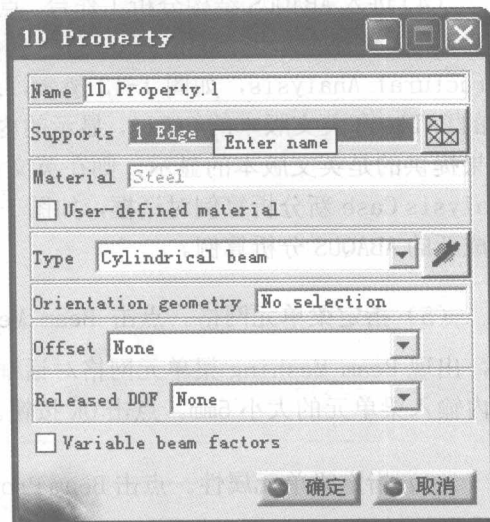
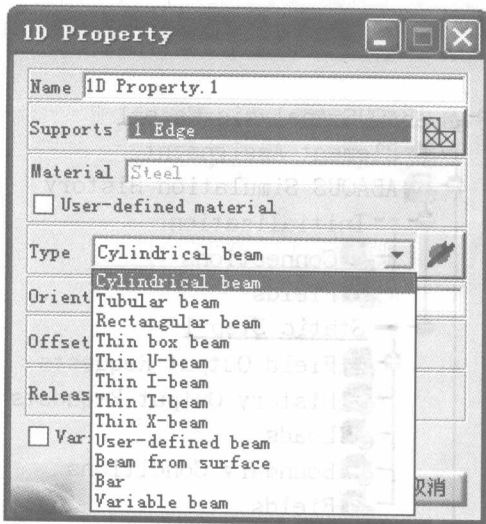

图 1-16 1D Property 一维梁单元属性对话框
图 1-17 选择 Cylindrical beam 圆柱梁
(6) 指定梁单元属性。点击 Beam Property 梁单元属性图标 ，出现 1D Property 一维梁单元属性对话框，如图 1-16 所示。点击 Supports 栏，然后在图上选择直线。点击 1D Property 梁单元属性对话框内的 Type 类型下拉菜单选项，选择其中的 Cylindrical beam 圆柱梁，如图 1-17 所示。